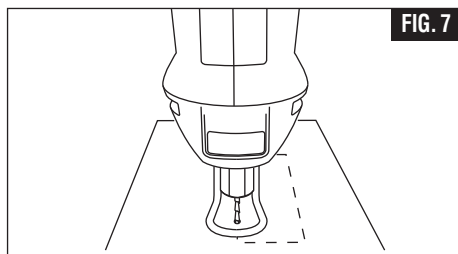

FIG. 7
**Étape 4 :** inclinez lentement l'outil à un angle de 90° pour commencer la coupe. Le guide de profondeur doit être au ras de la surface du matériau (Fig. 7).